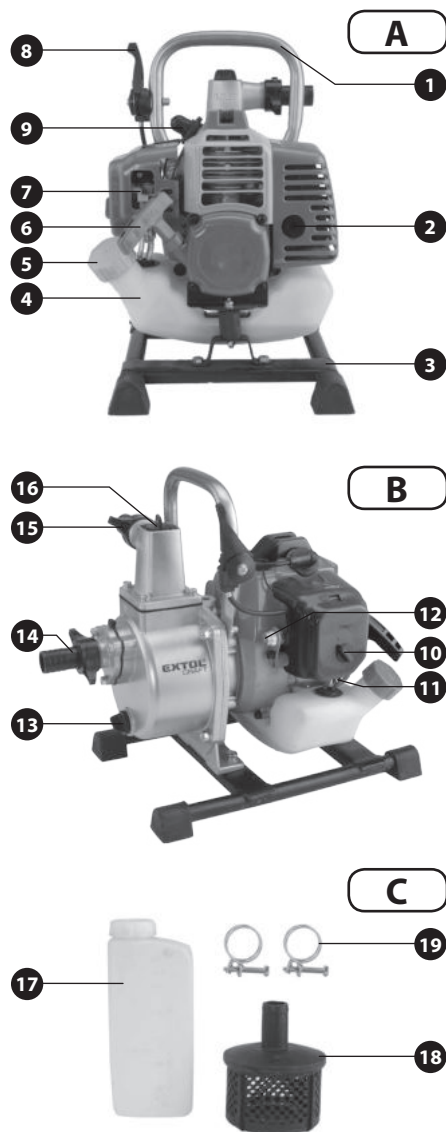

Abb. 1
- Schlauchschellen zur Befestigung vom Saug- und Ablassschlauch an den Schlauchanschlussstutzen und Messbehälter zur Messung des Benzinmenge für die Zubereitung des Benzin-Öl-Gemischs werden der Pumpe mitgeliefert, wie beim Modell 414502 auf der Abb. 1 C.
- Setzen Sie in den Eintritt des Sauglaufes immer den Saugkorb ein (Abb. 1 C, Position 18). Der Saugkorb verhindert das Ansaugen von groben mechanischen Teilen und Gegenständen in den Schlauch und somit eine Verstopfung vom Schlauch oder das Fressen der Pumpe. Sollte sich im Falle der Pumpe 414502 die Saugtiefe im Bereich von 3–8 m bewegen, installieren Sie am Schlaucheintritt einen Saugkorb mit Rückschlagklappe, siehe Kapitel Technische Daten, Absatz 2). Die Pumpe 414503 braucht zwar zum Erreichen der Saugtiefe von 8 m keine Rückschlagklappe, es ist jedoch darauf hinzuweisen, dass der Durchfluss der gepumpten Flüssigkeit niedriger sein wird. Um den Durchfluss zu erhöhen, kann aber ein Saugkorb mit einer Rückschlagklappe benutzt werden.